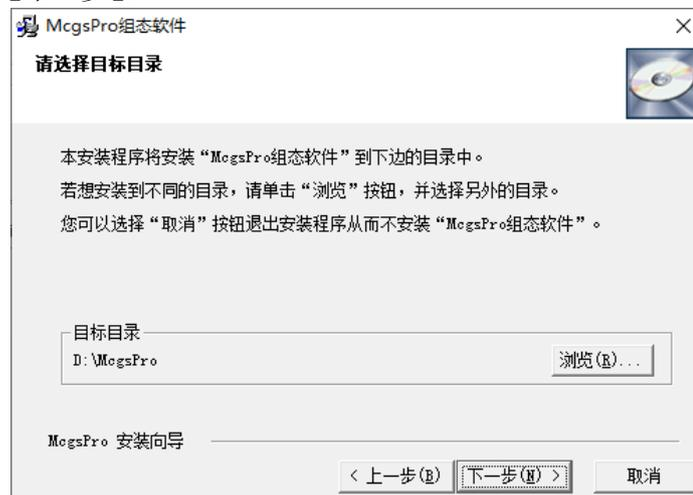

图 2.2-3 选择安装路径
- ⑥ 如图 2.2-3 所示， McgsPro 默认安装到“D:\McgsPro”。如需指定安装路径，请单击【浏览】更改。设置完成后，点击【下一步】：